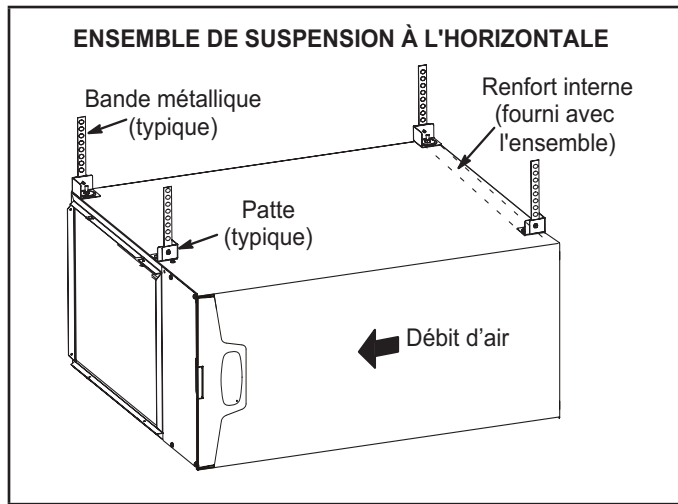
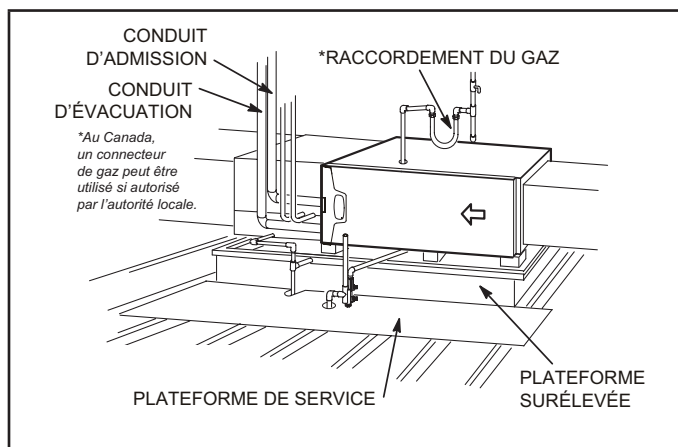

FIGURE 12
FIGURE 13
Ce générateur d'air chaud peut être installé dans un comble ou un vide sanitaire. Suspendez-le aux chevrons du toit ou aux solives du plancher comme illustré à la FIGURE 12 ou montez-le sur une plate-forme comme illustré à la FIGURE 13. Un ensemble de suspension à l'horizontale (51W10) peut être commandé auprès de Lennox ou remplacé pour un dispositif équivalent.
- 2 - Construisez une plateforme surélevée en bois et recouvrez-la d'un panneau de contreplaqué. Si l'unité est installée au-dessus d'un espace fini, fabriquez une cuvette de drainage auxiliaire et installez-la sous l'unité. Installez l'unité dans le bac comme illustré à la FIGURE 13. Prévoyez un dégagement de 8 po en dessous de l'appareil pour le purgeur de condensat.